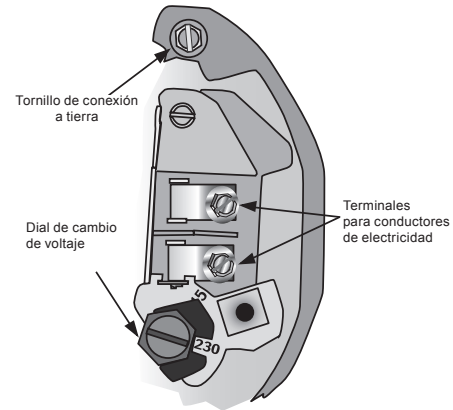

FIGURA 8 - VOLTAJE CONFIGURADO A 230 VOLTIOS DE CORRIENTE. SELECTOR ROTATORIO
- Consulte la Figura 8 para la configuración del cableado.
- Conecte conductores de electricidad a los terminales L1 y L2. Al reemplazar el motor, revise el diagrama de cableado en la placa de identificación del motor. Para motores trifásicos o para motores cuyos diagramas de cableado no coinciden con la Figura 8, guíese por el diagrama en el motor.